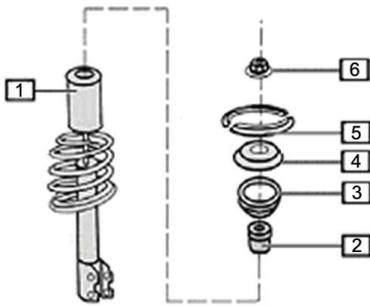
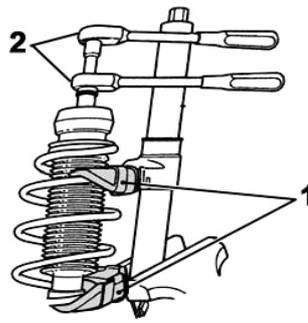

Fig. 4:
Fig. 5:
- Fig. 5 Federbein in geeignete Haltevorrichtung klemmen und Federspanner (1) ansetzen.
- Kolbenstangenmutter mit Spezialwerkzeug (2) abschrauben.
- Fig. 4 Die Anbauteile (1 – 4) des Federbeins entnehmen, reinigen und auf Verschleiß überprüfen.
- Fig. 5 Clamp suspension strut in suitable holding device and apply spring tensioner (1).
- Use a special tool (2) to unscrew piston rod nut.
- Fig. 4 Remove the suspension strut's add-on parts (1 - 4), clean them, and check for wear.
- Fig. 5 Insérer la jambe de force dans un dispositif de support approprié et fixer le tendeur de ressort (1).
- Dévisser l'écrou de la tige de piston avec un outil spécial (2).
- Fig. 4 Enlever les composants (1 – 4) de la jambe de force, les nettoyer et contrôler l'usure.
- Fig. 5 Fijar el amortiguador con ayuda de un dispositivo apropiado y colocar el tensor de muelle (1).
- Desatornillar la tuerca del eje del amortiguador con una llave especial (2).
- Fig. 4 Retirar las piezas (1 – 4) del amortiguador, limpiarlas y comprobar el desgaste.
- Fig. 4 Original Anbauteile folgerichtig montieren.
- Fig. 5 Kolbenstangenmutter mit Spezialwerkzeug (2) festschrauben (60 Nm).
- Fig. 4 Mount the original add-on parts in the correct sequence.
- Fig. 5 Use special tool (2) to tighten piston rod nut (60 Nm).
- Fig. 4 Monter les pièces originales dans l'ordre correspondant.
- Fig. 5 Visser solidement l'écrou de la tige de piston avec un outil spécial (2) (60 Nm).
- Fig. 4 Montar las piezas originales en el orden apropiado.
- Fig. 5 Apretar la tuerca del eje del amortiguador con una herramienta especial (2) (60 Nm).